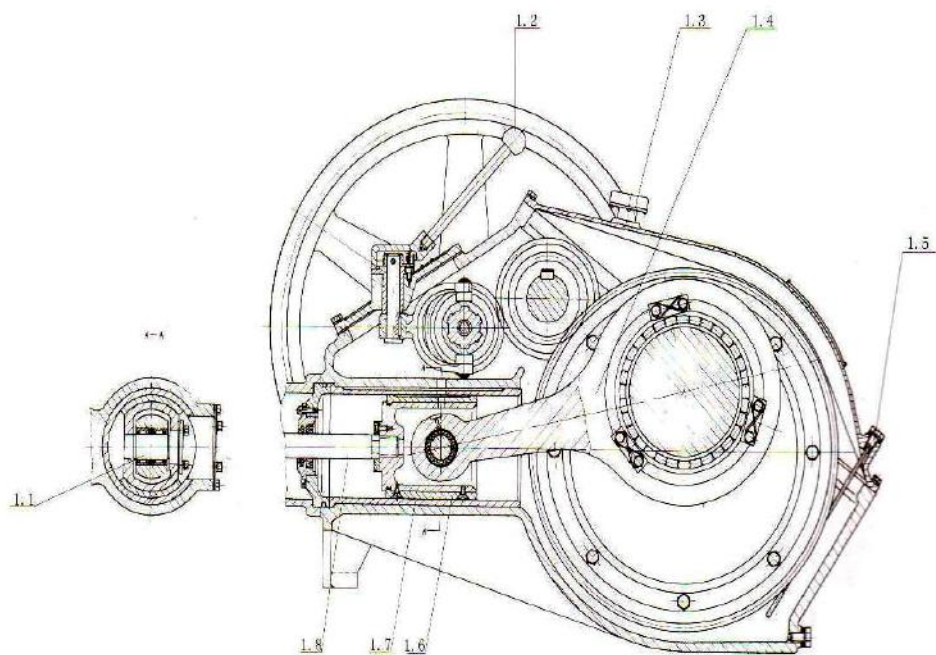

图 1 Figure 1
1.曲轴箱 Crankcase (图 1 和图 2) (FIGS. 1 and 2)